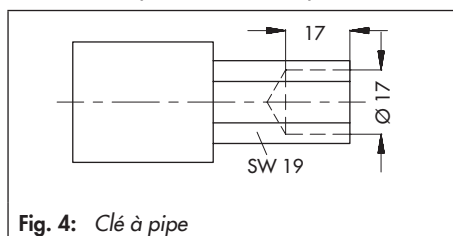

Fig. 4: Clé à pipe
2. Dévisser la conduite d'impulsion (7).
4. Pour les DN 15 à 25 dévisser la douille de guidage du clapet (3) avec une clé à pipe (n° de réf. SAMSON1280-3001 SAMSON). La clé à pipe peut être par exemple réalisée à l'aide d'une clé alène Gedore à 6 pans (IN 19-19) en perçant un trou de 17 mm de profondeur et un diamètre de 17 mm dans la clé alène (voir fig. 4). Pour les DN 32 à 50 dévisser d'abord le bouchon puis retirer le clapet.